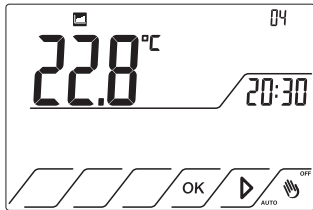

Fig.52
13.6 Premere il tasto ► per visualizzare la pagina n.4. Fig.52